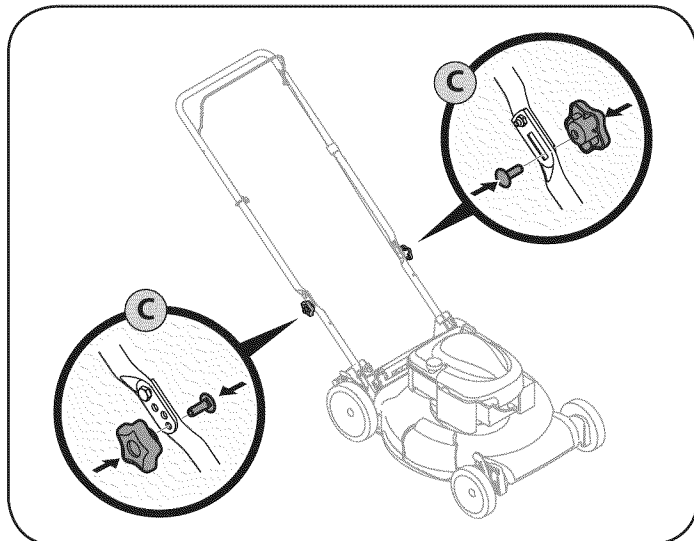

Figura 5
- C. Vuelva a colocar tuercas y pernos de transporte retirarse antes en una reducción de los agujeros de la manija como se muestra en la figura 5.